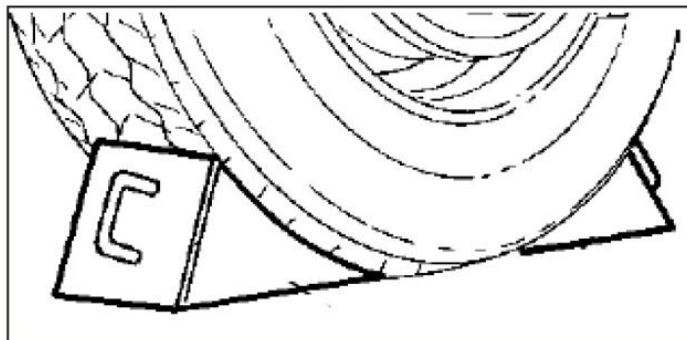

Рисунок 5.2 – Противооткатные упоры
- Установите противооткатные упоры под колесо противоположное поднимаемому (см. рисунок 5.2);